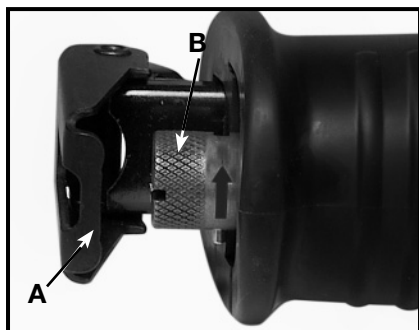

Fig. 6
2. Faites pivoter la semelle de guidage (A) Fig. 6 vers l'avant pour améliorer l'accès au serre-lame (B) Fig. 6.